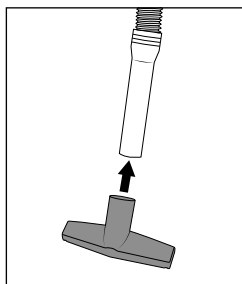

Fig. 10
- ◆ Monte la boquilla para tapizados 21 en el tubo de aspiración 23, p. ej., para aspirar superficies tapizadas o cortinas (consulte la fig. 10).